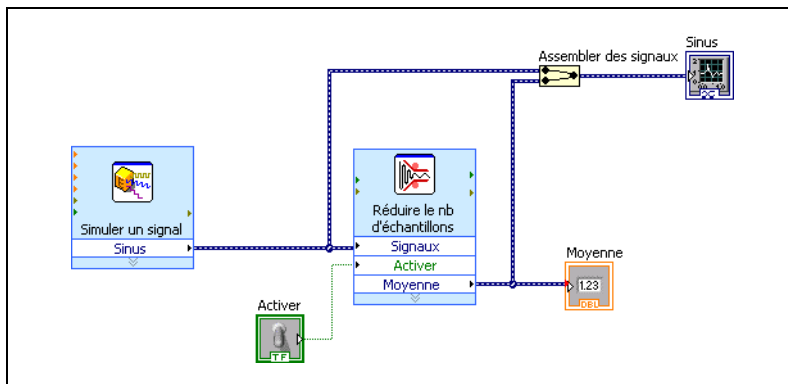

Figure 2-3. Diagramme du VI Réduire le nombre d'échantillons
6. Disposez les objets sur le diagramme afin qu'ils apparaissent comme dans la figure 2-3.